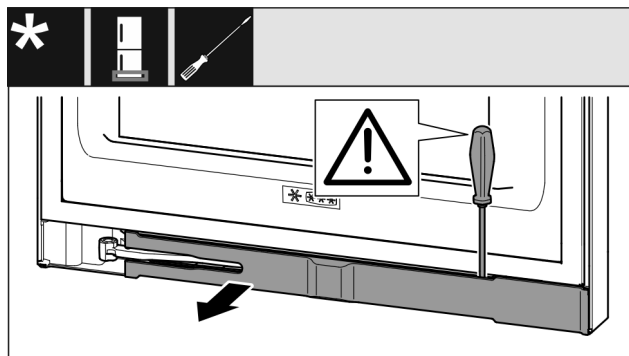

Fig. 13
- ▶ За допомогою шліцевої викрутки звільніть від фіксатора та поверніть убік накладку Fig. 13 ().